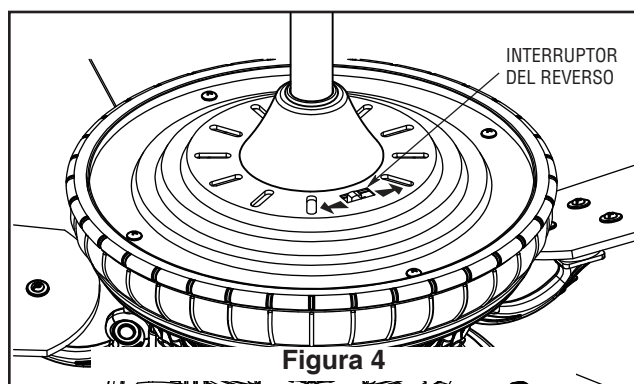

Figura 4
4. Si se desea que el flujo del aire vaya en la dirección opuesta, apague el ventilador y espere a que se detengan las palas. Deslice el interruptor del reverso ubicado en la parte superior del motor hacia la posición opuesta y encienda de nuevo el ventilador. (Figura 4)